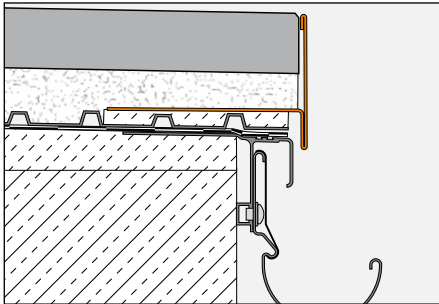

Fig. 1
## Forarbejdning til udlægning af selv bærende pladeelementer på mørtelkontaktpunkter eller grus-/skærvlag med BARA-RT (fig. 1)
3. Ved brug af BARA-RT som grusfangliste (fig. 1) anbringes grusmaterialet lige under overkanten af det vertikale profilen, afhængigt af belægningstykkelsen. Herefter lægges betonpladerne løst på det udjævnede gruslag.